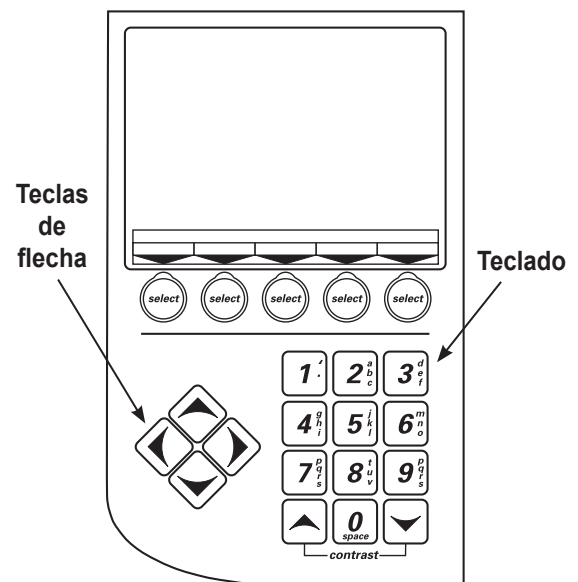

Figura 3
1. Utilice las teclas de las flechas **ARRIBA** o **ABAJO** para alternar entre las opciones. Consulte la Figura 3.